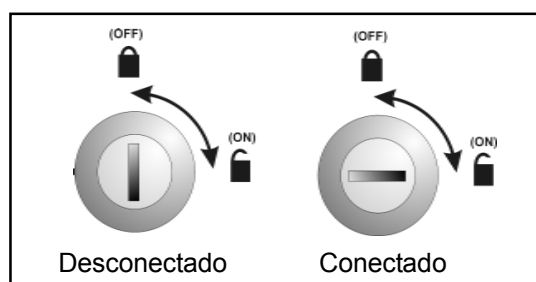

Figura 13. Detalle del posicionamiento de la llave.
- 12 Llave ON / OFF. Llave ON/OFF:** Conecta y desconecta el teclado. En posición OFF el teclado está desconectado. Al pulsar cualquier tecla, la central no efectuará ninguna función. En posición ON el teclado está conectado, y al pulsar cualquier tecla, ésta efectuará la función asignada. Ver figura 13.